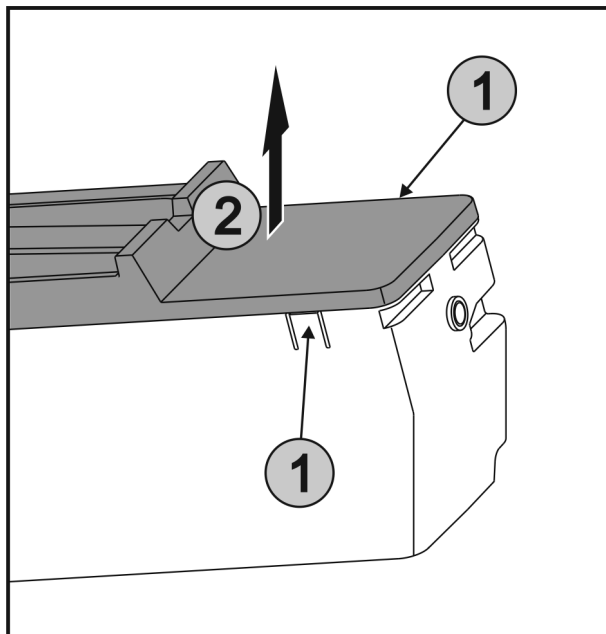

Fig. 51
- Súčasne stlačte spony Fig. 51 (1) na oboch stranách EasyTwist-Ice a odoberte kryt Fig. 51 (2) nahor.